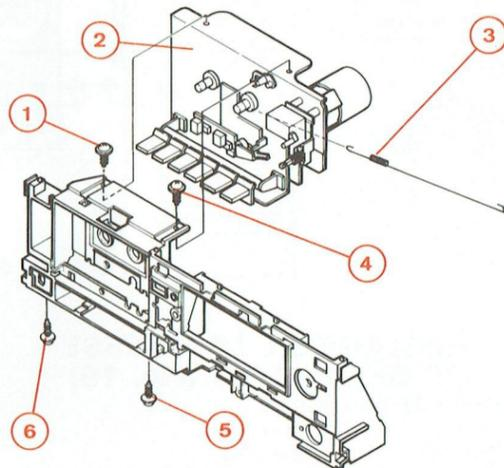

Fig. 6
**E - DÉPOSE DU LECTEUR-ENREGISTREUR DE CASSETTES (Fig. 6)**
- 2° Enlever les vis (1), (4), (5) et (6)
- 3° Désolidariser la commande (3) du commutateur d'enregistrement/lecture de son levier d'action.
- 5° Dégager le lecteur-enregistreur de cassettes (2) du châssis.